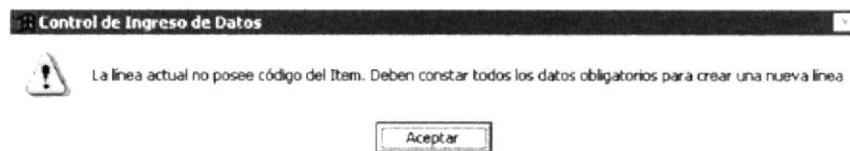

Figura 8.20 Mensaje Informativo
- Si no se ingresaron los datos correctamente el sistema presentará el mensaje de la figura 8.20